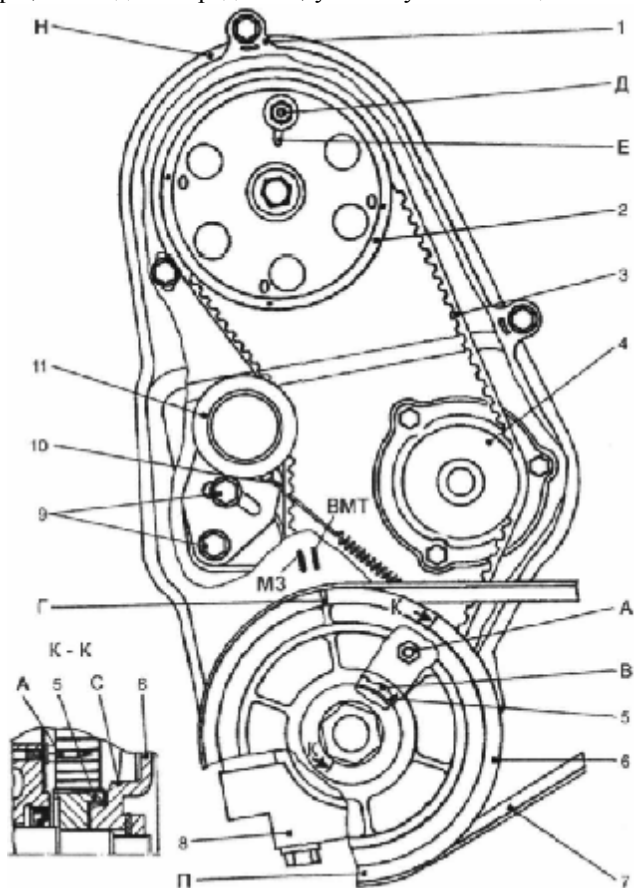

Рис. 19. Привод распределительного вала и водяного насоса:
- снимите наружный кожух 1 (рис. 19);